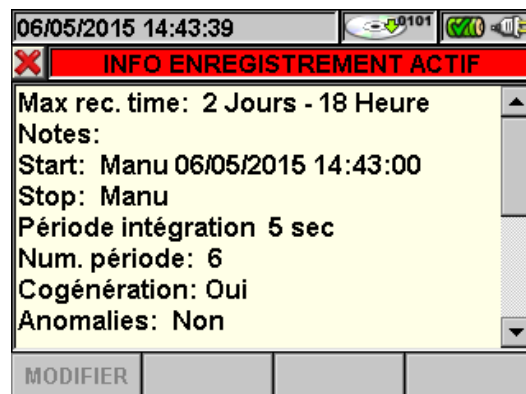

Fig. 112 : Page-écran des informations sur l'Engistrement en cours avec système NPV
5. Dans la page-écran à la Fig. 112 sont reportées les informations suivantes :